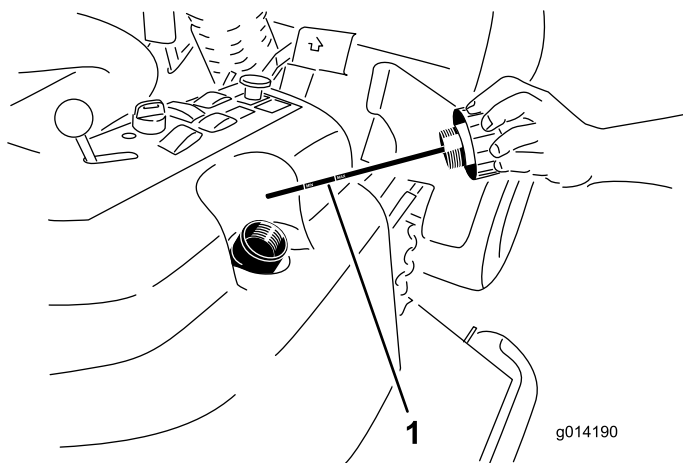

図 88
4. 油圧オイル給油口からキャップ 図 88 を取る。
5. ディップスティックを抜きウェスで一度きれいに拭く(図 88)。
6. もう一度首まで完全にねじ込んでから抜き、オイルの量を点検する 図 88。